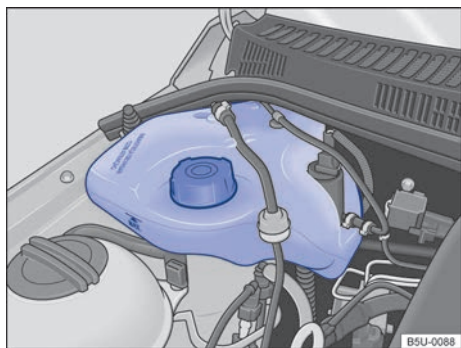

Fig. 132 En el compartimento del motor: tanque de gasolina para el sistema de arranque en frío para motor TOTALFLEX.
El tanque de gasolina del sistema de arranque en frío se encuentra en el compartimento del motor, del lado derecho \Rightarrow fig. 132.
- Nunca sobrepasar la marca “MÁX” indicada en el tanque \Rightarrow fig. 132.